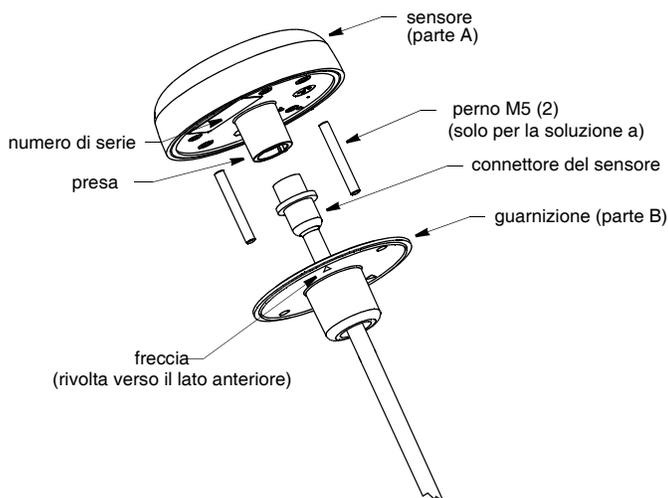

Figura 2. Preparazione del sensore
1. Rimuovete l'etichetta sopra la presa del sensore (parte A) (vedi Figura 2).